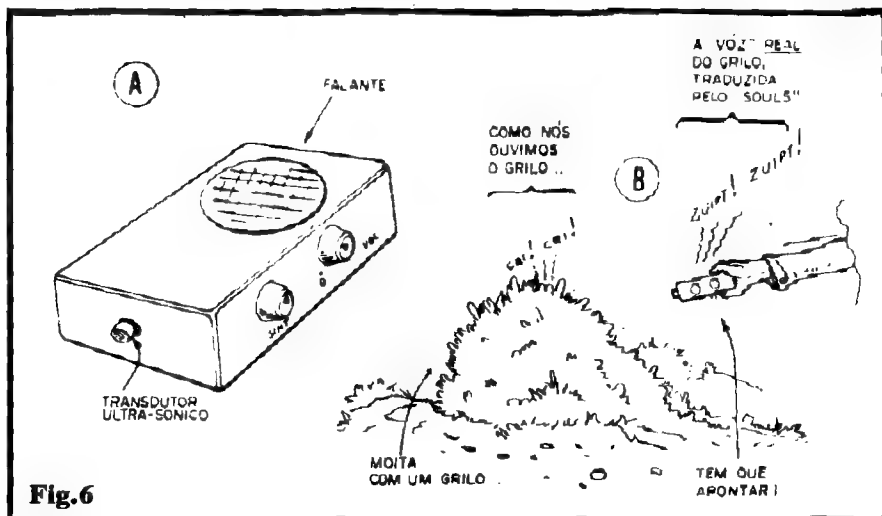
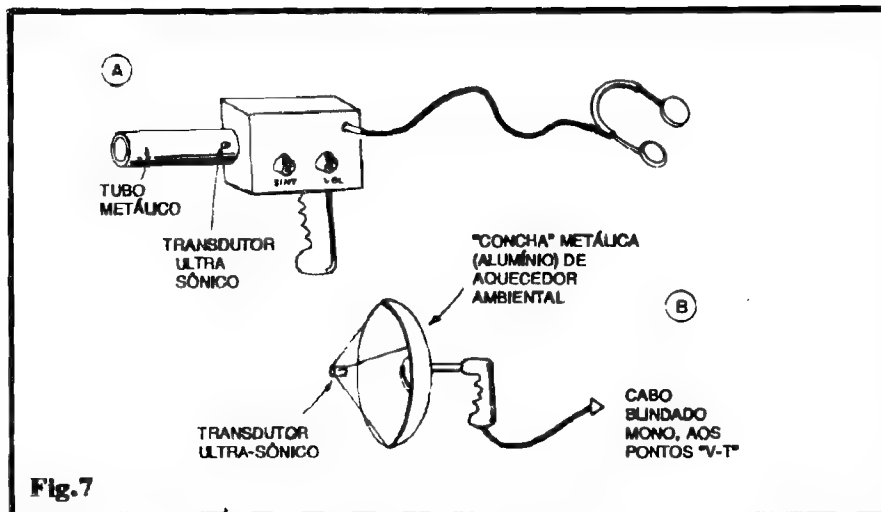

Fig.6
Fig.7
- - Tubos "concentradores", parábolas, cornetas exponenciais, manoplas, etc., destinados a dar mais direcionalidade e sensibilidade (além de facilidades no manuseio) ao SOULS, em aplicações mais avançadas (ver fig. 7 e TEXTO respectivo...)
- FIG. 6-A - A CAIXA... - A idéia geral de "encaixamento" e acabamento para o SOULS é dada na figura... Num container retangular e não muito "alto", uma das faces principais pode ser ocupada unicamente pelo alto-falante (este deve ser pequeno, porém, de preferência não do tipo "micro", já que o rendimento sonoro é também dependente de um certo diâmetro mínimo...). O transdutor ultra-sônico deve projetar-se do centro de uma das faces menores da caixa, de modo que seja fácil ao operador "apontar" o dito sensor na direção que pretende "escutar" (detalhes mais adiante). Finalmente, numa das laterais maiores, podem ficar os dois potenciômetros (VOLUME e SINTONIA), lembrando que o "liga-desliga" da alimentação está incorporado ao controle de VOLUME... Quem quiser incorporar um jaque para fone de ouvido, poderá instalá-lo na face menor oposta à ocupada pela cápsula ultra-sônica...
- FIG. 6-B - ESCUTANDO O... "INESCUTÁVEL"... - São muitas (surpreendentemente muitas...) as manifestações sonoras em ultra-sons, presentes - por exemplo
- FIG. 7 - APERFEIÇOANDO A CAPTAÇÃO DO SOULS - Ultra-sons, diferentemente dos sons em Frequência mais baixas (audíveis...) são nitidamente **direcionais**, ou seja: sua energia é mais ou menos concentrada, num feixe cônico a partir da fonte... É por isso que torna-se necessário **apontar** o transdutor (mesmo porque **este também** tem seu espectro de sensibilidade num diagrama bastante direcional...). Podemos nos aproveitar dessa característica dos ultra-sons (e do transdutor...) para otimizar o funcionamento do SOULS, dotando-o de tubos, campânulas, parábolas, cornetas, etc., sempre dispostos no sentido de concentrar a captação sobre a cápsula piezo... Algumas das idéias básicas, que podem ser desenvolvidas e pesquisadas pelos Leitores/Hobbyistas, estão nos itens A e B da figura... No primeiro exemplo, um tubo metálico, de diâmetro não muito pequeno, acomoda o transdutor no seu fundo (ao centro do dito fundo...), de modo que, apontando-se a "boca" do tubo para a área a ser "escutada", os eventuais ultra-sons encontrem um natural caminho de concentração... O tubo pode ser fixado à própria caixa do circuito (conforme fig. 6-A) e, se esta for dotada de uma manopla na sua face inferior, o manuseio ficará bastante confortável... Na segunda possibilidade, uma "concha" metálica, do tipo normalmente utilizada nos aquecedores ambientais baratos, é usada como "lente acústica", refletindo e concentrando os ultra-sons provenientes de uma grande área frontal, sobre o transdutor fixado no seu "ponto focal"... Notar que a face sensível da cápsula piezo deve, nesse caso, ficar voltada "para dentro", apontada para o "fundo da concha"... Tal conjunto poderá ser dotado de uma manopla (na "tra-